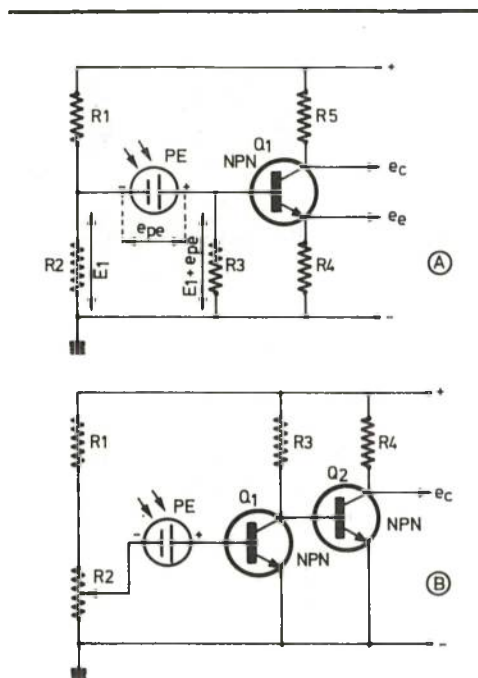

figure 4
Le symbole schématisé est indiqué à la **figure 4** en (A) et (B).